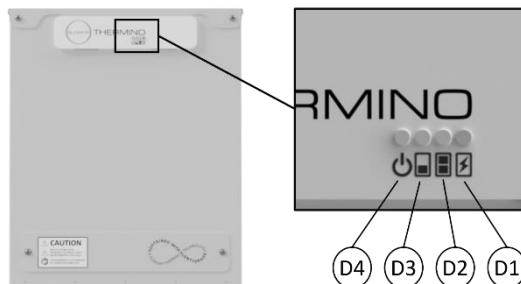

Figure 13 - Fonctionnement des LED de la batterie thermique Thermino ePlus
7. Contrôler le devant de la batterie thermique pour s'assurer que les LED « marche » et « élément chauffant » sont allumées (voir Figure 13 et Tableau 9).